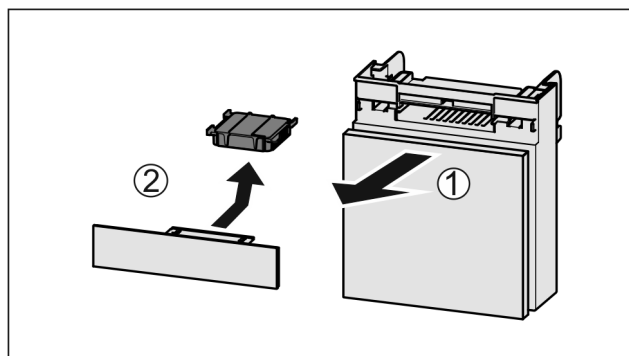

Fig. 135
- ▶ Retire el compartimiento hacia delante Fig. 135 (1).
- ▶ Retire el filtro de carbón activo Fig. 135 (2).